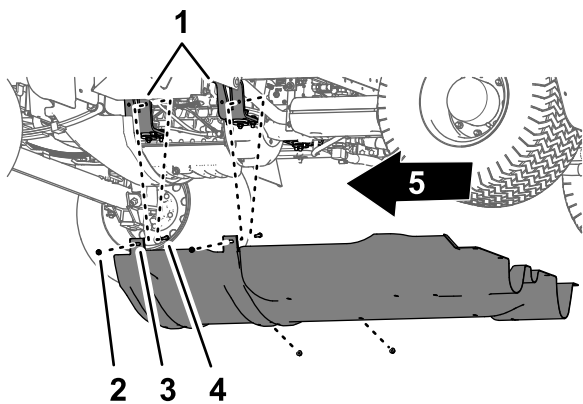

図 68
2. キャリッジ下シュラウドの取り付けタブをエンジン搭載ブラケットに固定しているボルトおよびキャリッジボルトのフランジロックナット5/16" 4個を取り外す 図 68。
4. キャリッジ下シュラウドを機体から取り外す 図 67 と 図 68。
1. キャリッジ下シュラウドを車体の下シャーシに合わせる 図 68 キャリッジ下シュラウドを取り外す (ページ 49)を参照。
2. エンジン搭載ブラケットのところで、ボルトとキャリッジボルトの上からキャリッジ下シュラウドの取り付けタブを入れる 図 68 キャリッジ下シュラウドを取り外す (ページ 49)を参照。
3. キャリッジ下シュラウドを、エンジン搭載ブラケットとボルトに組み付ける 図 68 ステップ2 キャリッジ下シュラウドを取り外す (ページ 49)で外したフランジロックナット (5/16") 4個を使用する。